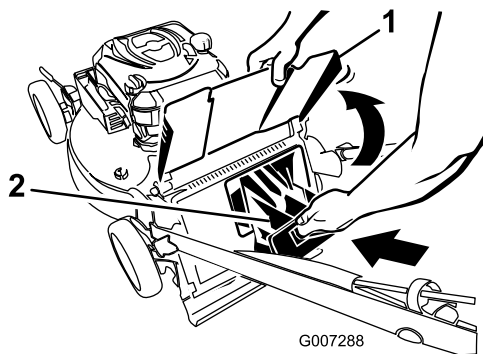

Bild 23
4. Setzen Sie die Heckauswurfsklappe ein (Bild 23).